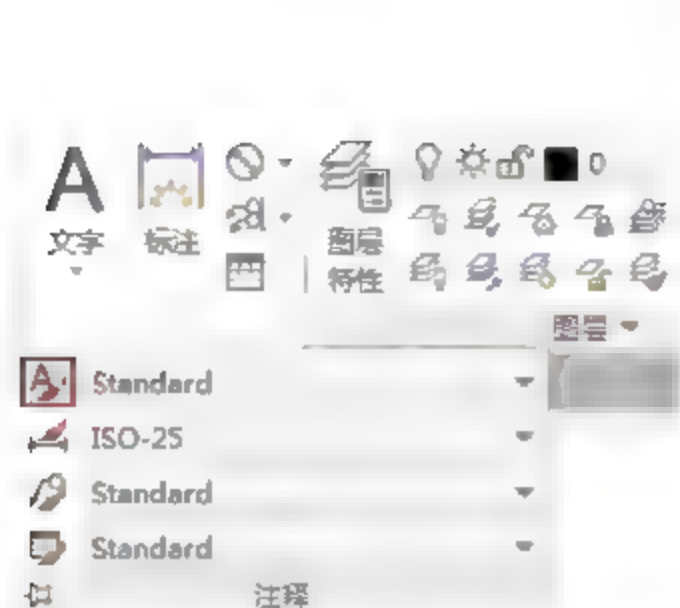

图6-2 单击按钮
- 【默认】选项卡:在【默认】选项卡中,单击【注释】面板中的【文字样式】按钮,如图6-2所示。